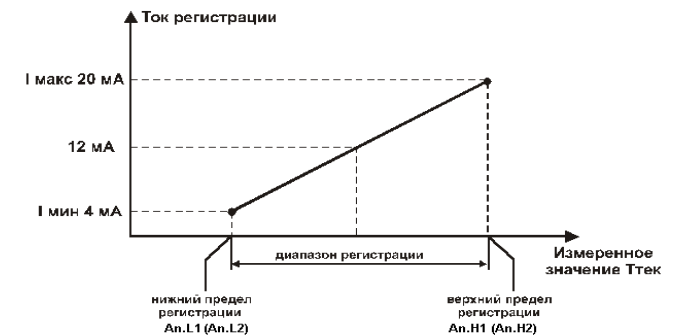

Рис. 10
3.1.5.2.2. При работе в **режиме регистратора** (**dAC1(dAC2)=Pv**). ЛУ сравнивает входную величину с заданными значениями и выдает на соответствующее выходное устройство аналоговый сигнал в виде тока 4...20 мА, который можно подавать на самописец или другое регистрирующее устройство. Принцип формирования тока регистрации показан на **рис. 10**.